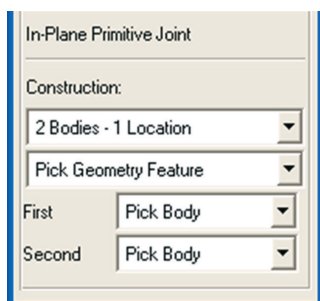

Figura 3.121 – Parâmetros da junta *Inplane*.
- O campo inferior da caixa de diálogo *Joints* deverá ser preenchido, conforme ilustrado na Figura 3.121.